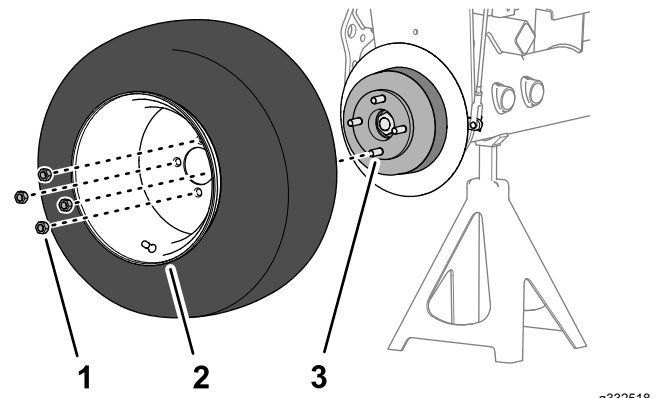

图 75
1. 用 4 个车轮螺母将车轮组装到轮毂上 图 75 并用手拧紧。